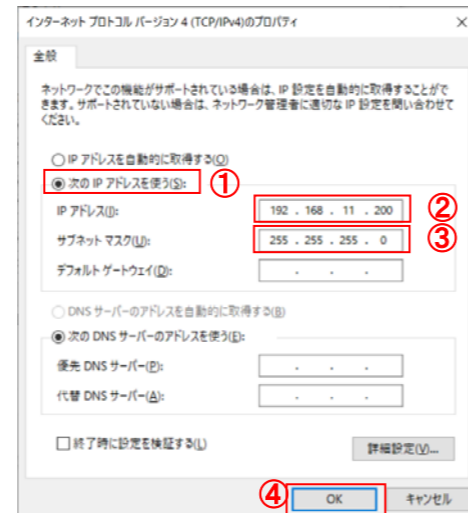

図6. IPアドレス設定
- 「次のIPアドレスを使う」をクリックする。(図6、①)
- IPアドレスに「192.168.11.200」を入力する。(図6、②)
- サブネットマスクに「255.255.255.0」を入力する。(図6、③)
- OKをクリックする。(図6、④)